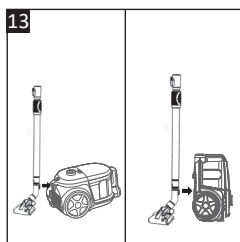

Fig. 13
- Apăsați butonul de eliberare a tubului telescopic (20) pentru a retracta tubul înainte de parcare.
- **Poziție de parcare orizontală** – Culisați fila de pe gâtul periei de pardoseală (18) în fanta de parcare de pe spatele aspiratorului conform ilustrației (Fig. 13).
- **Poziție de parcare verticală** – Poziționați aspiratorul în poziție verticală și culisați fila de pe gâtul periei de pardoseală (18) în fanta de parcare de sub aspirator conform ilustrației (Fig. 13).